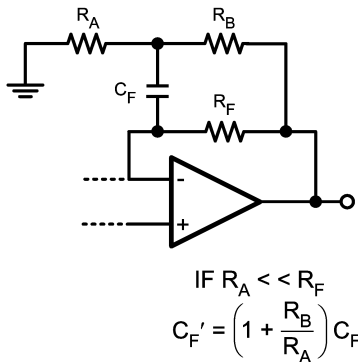

FIGURE 7. Modified Transimpedance Amplifier
式 (3) から C_F を求めると 2pF 未満の容量値が算出されることがあります。高速アプリケーションの場合には特に該当します。このような場合は、Figure 7 に示す回路を使うほうが、現実的な C_F を選択できるためより実用的です。新しい帰還抵抗 C_F' は $(1 + R_B/R_A)C_F$ です。この関係は $R_A \ll R_F$ が成立している限り保たれません。